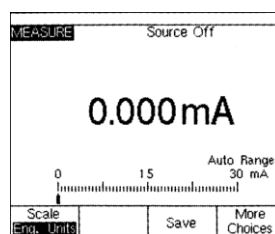

图 2
3、连接完毕后, 打开 F700 的电源, 此时出现测量屏幕 (Measure), 选择 “mA” 键测量电流, (图 2)。